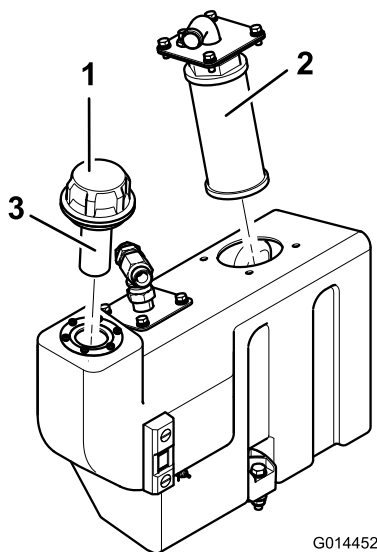

Figure 89
2. Enlevez la bride d'aspiration du réservoir d'huile pour accéder à la crépine d'aspiration (Figure 89).
3. Dévissez et déposez la crépine et nettoyez-la avec de la paraffine ou de l'essence avant de la reposer (Figure 89).